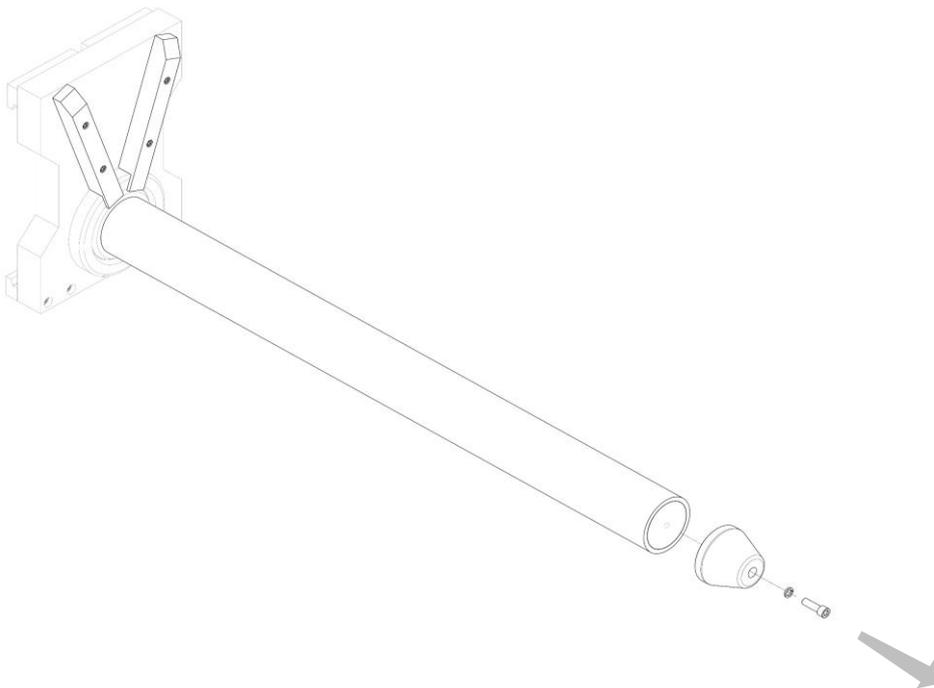

Figura 7
2. Rimuovere il tappo frontale svitando la vite presente nel foro del tappo tramite le apposite chiavi, quindi sfilare il tappo, la vite e la rosetta elastica (Figura 7).